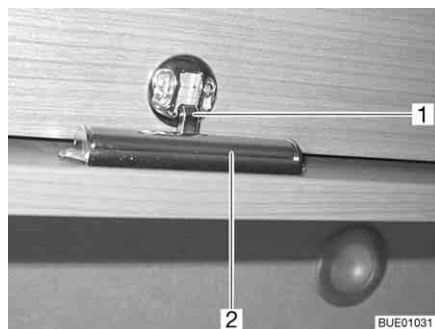

Fig. 67 Alçapão de móvel com botão de pressão
- Pressione o botão de pressão. O botão de pressão salta para fora (Fig. 67).